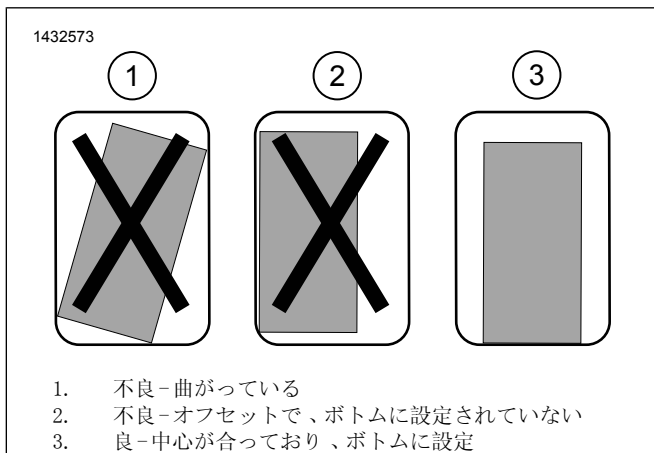

図4。マウントブラケットの取り付け
a. 図4を参照してください。マウントブラケットアセンブリーの適合テスト。ブラケットは、真っ直ぐ、中央に、そして可能な限りサドルバッグの底部に近づける必要があります。
c. 図4を参照してください。ブラケットが、真っ直ぐ、中央に、そして可能な限りサドルバッグの底部に近づいていることを確認し、最終位置の適合テストをします。